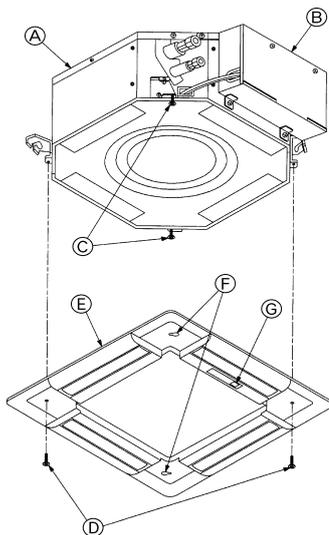

Fig. 8-6
8.3.2. Installazione temporanea della griglia (Fig. 8-6)
- (A) Unità principale